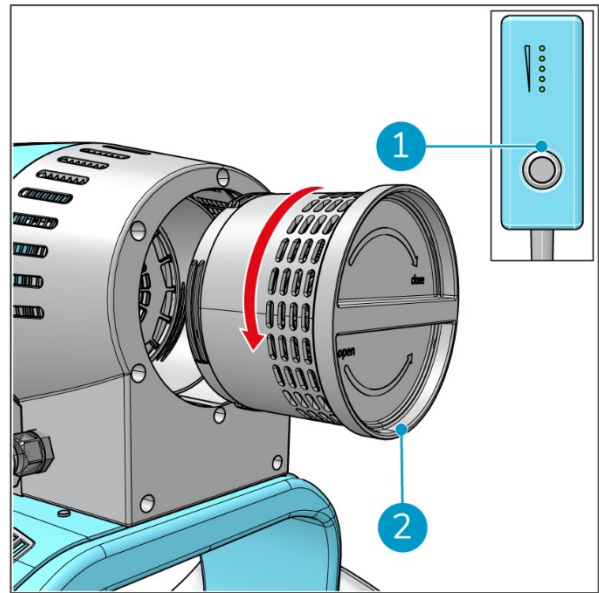

Figure 24
1. Éteignez l'i-move 2.5B® à l'aide de l'interrupteur MARCHE/ARRÊT (Figure 24, pos. 1).
3. Tournez le boîtier du filtre (Figure 24, pos. 2) dans le sens inverse des aiguilles d'une montre pour le retirer du bas de l'i-move 2.5B.
6. Tournez le boîtier du filtre (Figure 24, pos. 2) dans le sens des aiguilles d'une montre pour le remettre dans le bas de l'i-move 2.5B.
11. Tournez le boîtier du filtre (Figure 24, pos. 2) dans le sens des aiguilles d'une montre pour le remettre dans le bas de l'i-move 2.5B.